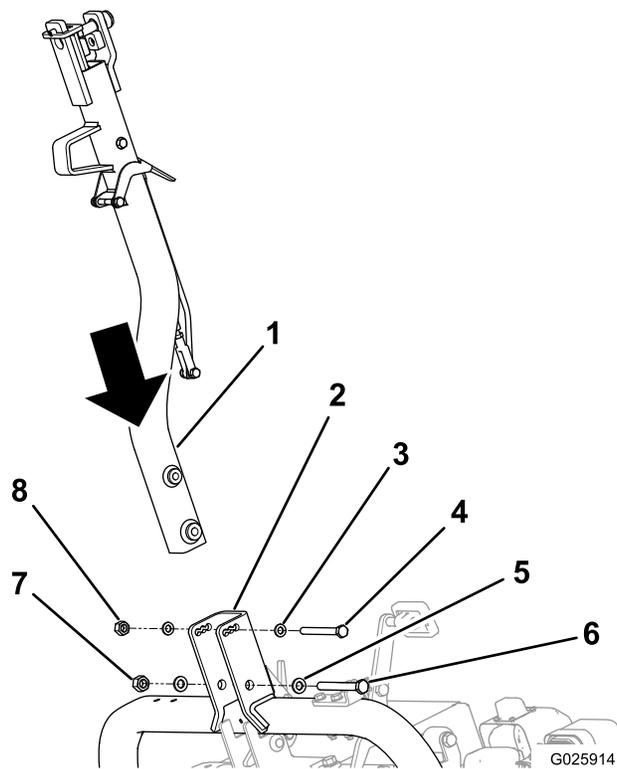

Figura 4
1. Fissate l'attacco alla relativa staffa orientabile con la bulloneria necessaria; fate riferimento a Figura 4.